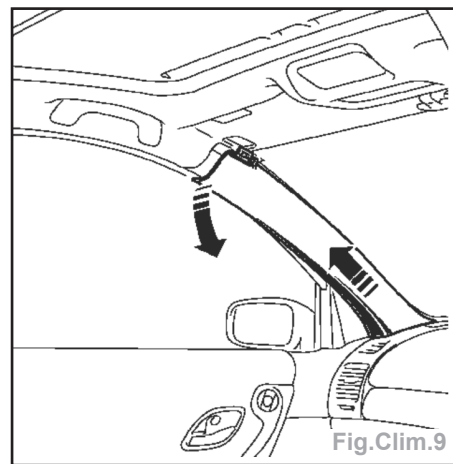

Fig.Clim.9
- les garnitures des montants de pare-brise ; pour cela, il suffit de dégager suffisamment la garniture afin d'appuyer sur l'agrafe supérieure, écarter ensuite le montant, puis tirer vers le haut (Fig.Clim.9),